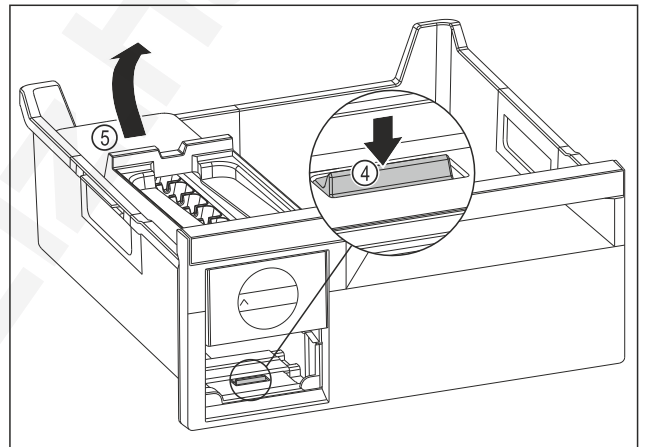

Fig. 136
- ▶ Vegye ki az EasyTwist-Ice egység testét: Nyomja le a fület Fig. 136 (4) az ujjával, és ezzel egyszerre emelje meg a másik kezével hátulról az EasyTwist-Ice egység testét Fig. 136 (5).